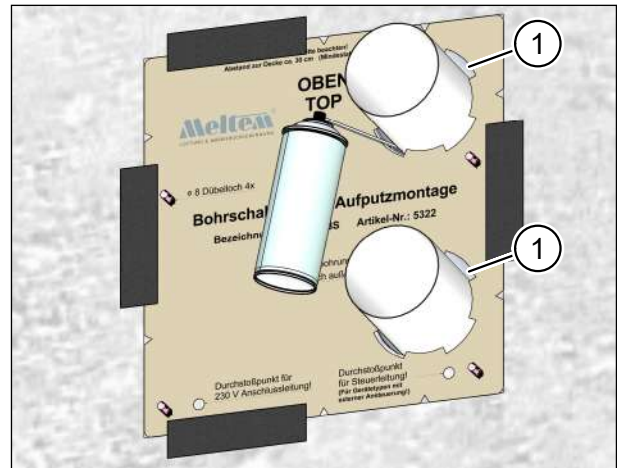

Abb. 24: Lüftungsrohre fixieren
- Sprühen Sie durch die Aussparungen (Pos. 1 in Abb. 24) beider Bohrschablonen an der Innen- und Außenwandseite Montageschaum, um die Lüftungsrohre vorläufig zu fixieren.